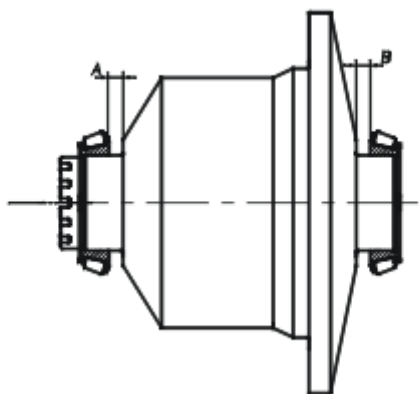

рис.1
3. Вновь отверните болты, снимите крышку, выньте из картера дифференциал и щупом замерьте зазоры (А и В рис.1) между торцами внутренних колец подшипников и коробкой сателлитов.